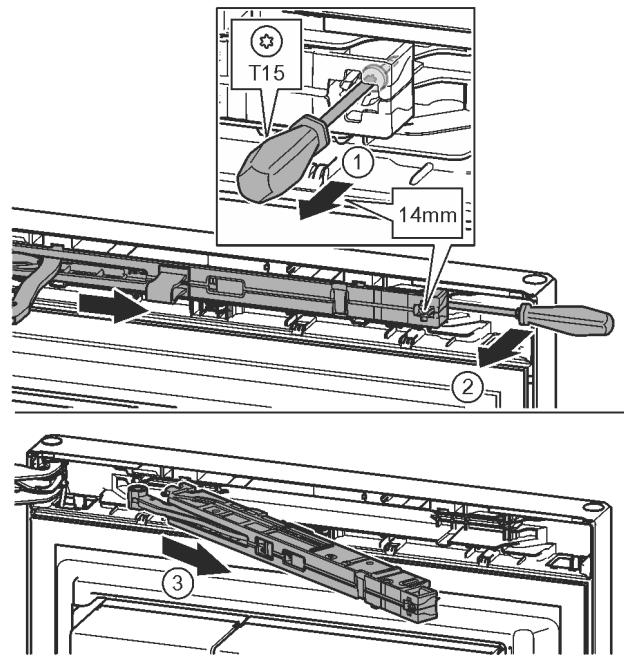

Fig. 12
- ▶ Desserrer la vis de l'amortisseur de fermeture de 14 mm environ avec un tournevis T15. *Fig. 12 (1)*
- ▶ Avec un tournevis, accéder à la partie postérieure de l'amortisseur de fermeture du côté de la poignée et faire pivoter en avant. *Fig. 12 (2)*
- ▶ Sortir l'amortisseur de fermeture. *Fig. 12 (3)*